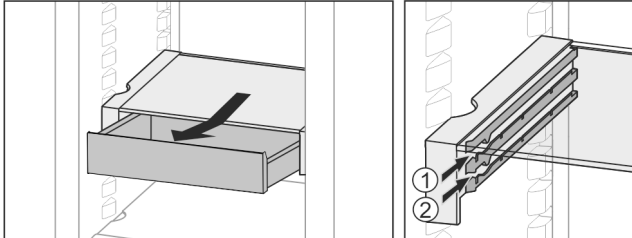

Fig. 38
- In beliebiger Höhe Fig. 38 (1) oder Fig. 38 (2) einschieben.